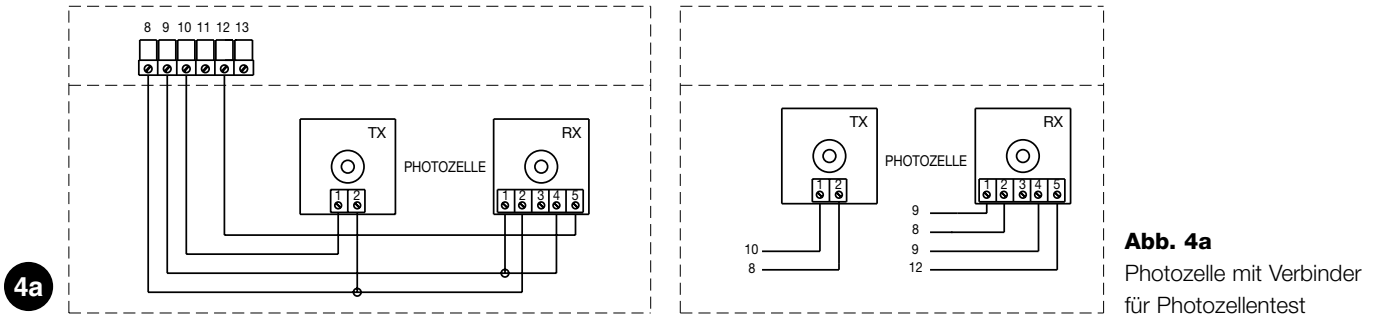
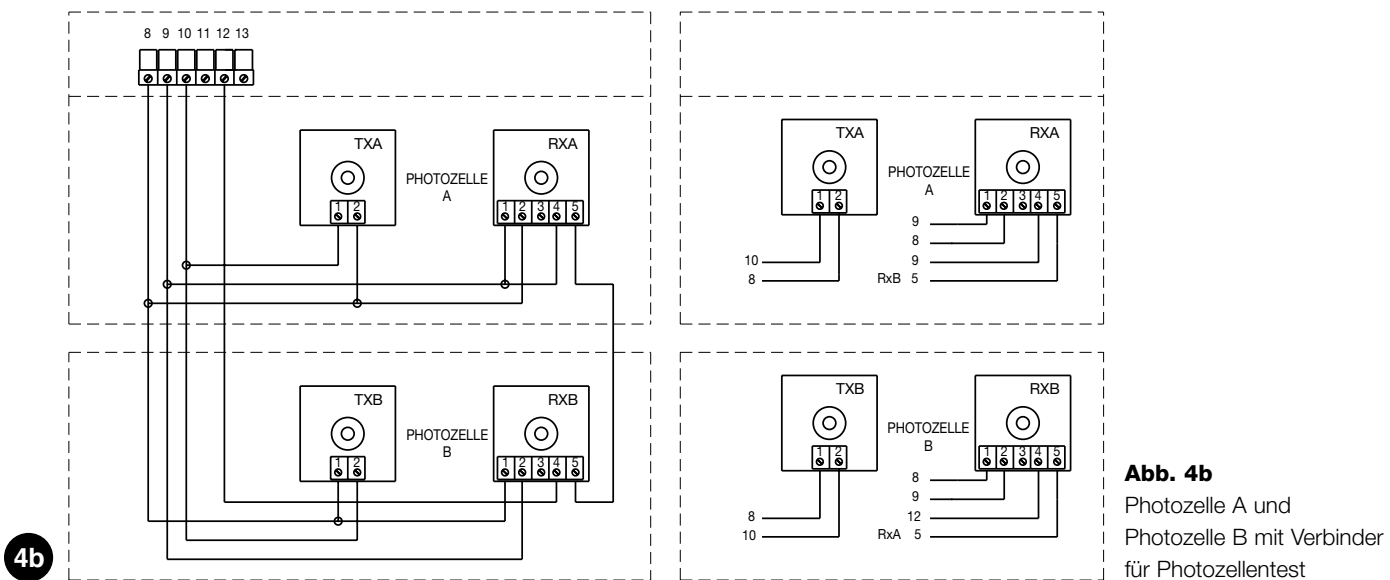

Abb. 4a
Abb. 4b
- Die Photozellen wie in Abb. 4a (wenn man nur ein Photozellenpaar benutzt) oder wie in Abb. 4b gezeigt (mit 2 Photozellenpaaren) anschließen, wobei die Versorgung der Photozellensender nicht direkt am Ausgang der Nebeneinrichtungen, sondern am Ausgang “Photozellentest” zwischen den Klemmen (8-10) genommen wird. Der am Ausgang „Photozellentest“ anwendbare Höchststrom ist 50mA (2 Nice TX-Paare)